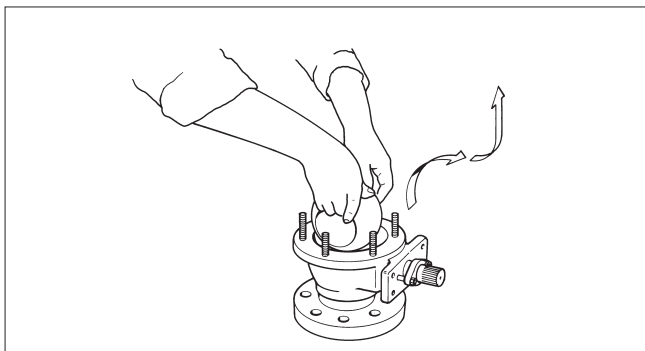
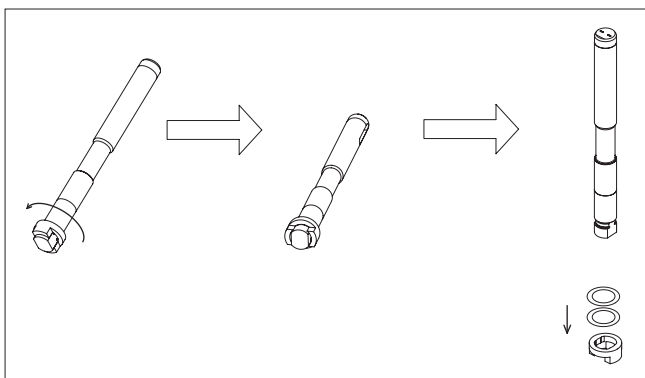

Fig. 21 Extraction de la sphère
Fig. 22 Retrait de l'anneau de butée dans les tailles 1" et 1 1/2"
- Saisir manuellement par le passage (petites tailles) ou passer une sangle à travers le passage (grandes tailles), puis extraire la sphère (3) du corps (1) en la soulevant. Pour dégager la sphère du pignon d'entraînement (4) dans les tailles 2" à 8" ou de l'axe/anneau de butée (4) dans les tailles 1" et 1 1/2", la tourner pour la mettre en position de fermeture avant de la lever. Vérifier que la sphère n'est pas endommagée et la poser sur une surface molle (cf. figure 21).
- Enlever la clavette (10).
- Enlever les écrous de fixation (18) du fouloir (9), puis le set de disques-ressorts (150), un écrou (14), les plaques de retenue (42) et le fouloir. Enlever les garnitures de presse-étoupe (69). Retirer la clavette (50). Enlever le pignon d'entraînement (2"-8") ou l'anneau de butée (1"-1,5") de l'intérieur du corps. Cf. figure 22 pour le détail du retrait de l'anneau de butée. Extraire l'axe (5) en le tirant vers l'extérieur. Attention ! Les paliers axiaux (70) se détachent alors de l'axe.